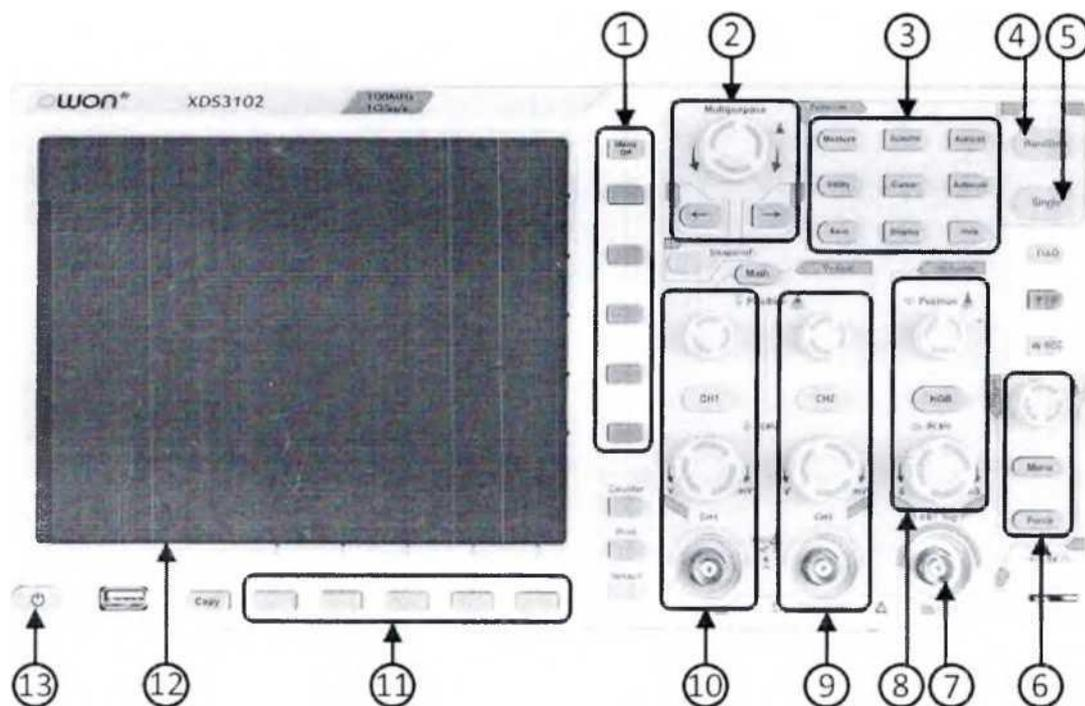

Рисунок 1.4.1 - Лицевая панель осциллографа C1-167
1. Включить осциллограф кнопкой «вкл./выкл.» (позиция 13. рисунок 1.4.1) .